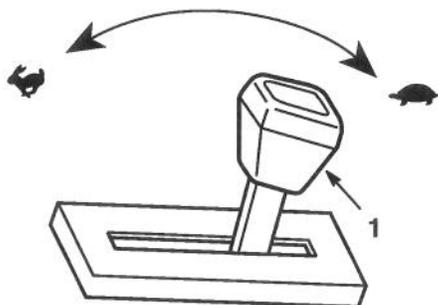

Figure 12
2. Mettre la manette des gaz sur la position FAST (Fig. 12).